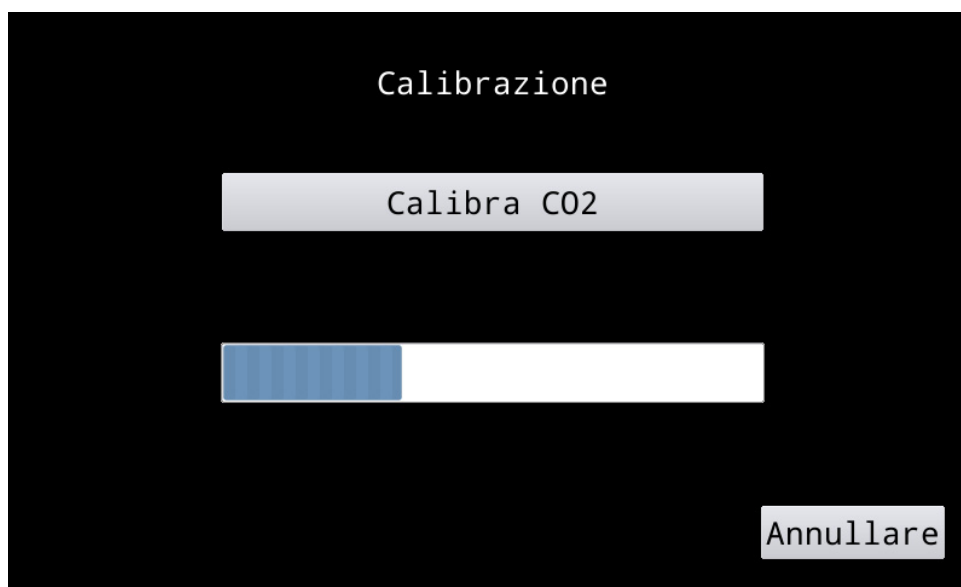

Figura 13. Schermata Calibrazione
4. Premere **Calibrazione**. Viene visualizzata la schermata Calibrazione (figura 13).